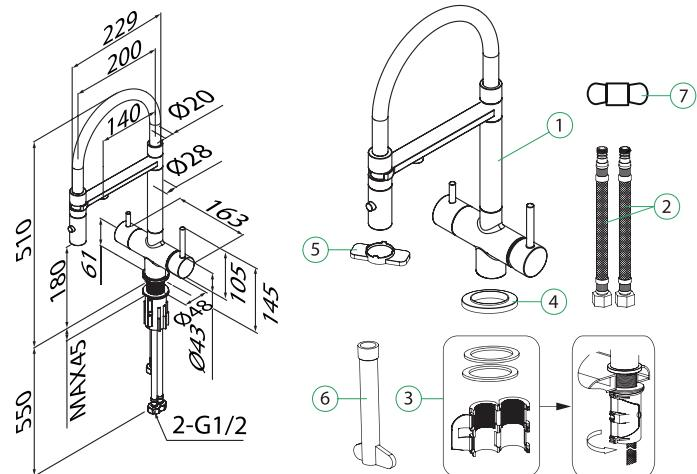

Рис. 1
- Закрепите смеситель на рабочей поверхности, используя входящий в комплект набор крепежа (рис. 1, деталь 3).